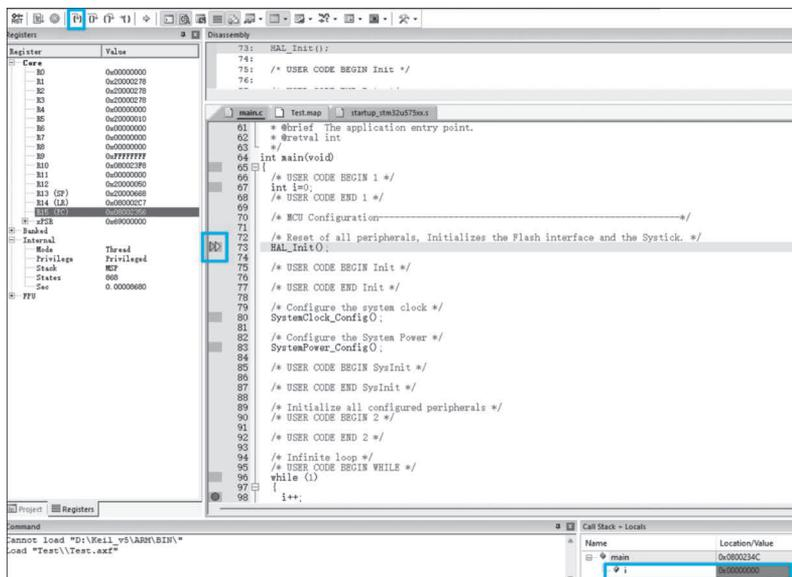

图 3.62 单击两次 Step 按钮后程序所在位置
(6) 单击两次 Step 按钮 , 让程序执行完 `i=0`。可以看到此时箭头位于 `HAL_Init()` 函数前,说明即将执行该函数,同时右下角的变量 `i` 显示为 0,如图 3.62 所示。